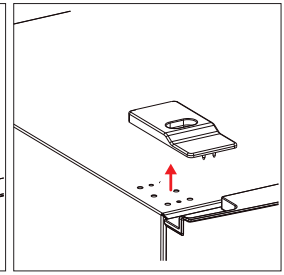

Abb. 7
- ▶ Heben Sie die Schraubenabdeckung ab (Abb. 7) und versetzen Sie sie auf die gegenüberliegende Seite über die freigewordenen Bohrungen. Achten Sie darauf, dass die beiden Rastnasen der Schraubenabdeckung vorne liegen und fest in den vorderen Bohrungen sitzen.